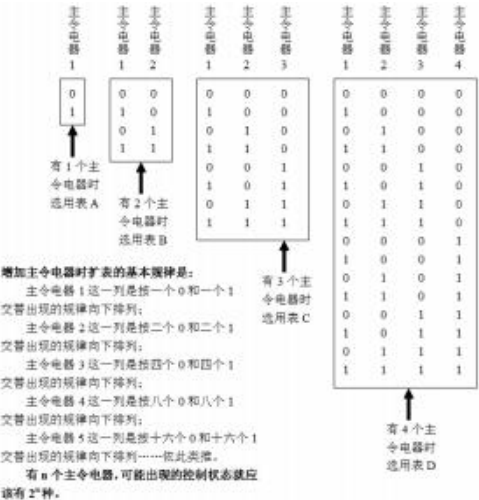

图 2 主令电器的组合逻辑状态表
①在真值表模板的电器代号一行中,分别填写上主令电器 1、主令电器 2……主令电器 n、被控电器 1、被控电器 2……被控电器 n 的电器代号;在存储器编号一行中,分别填写上主令电器 1、主令电器 2……主令电器 n、被控电器 1、被控电器 2……被控电器 n 的电器代号对应的输入存储器编号和输出存储器编号。
②根据主令电器的数量,在图 2 中选择一个对应的组合逻辑状态表,然后把选中的组合逻辑状态表填写到真值表模板的输入栏的空格中。
③依据控制要求,分析出每一种控制状态对应的被控电器的得电与失电情况,并把被控电器的得电与失电情况对应填写到真值表模板的输出栏的空格中,被控电器得电的就填 1,被控电器失电的就填 0(为了避免出错或遗漏,输出栏空格中的 0 通常不去填写,而让其空着,这样就可以非常清晰地看出哪里为 1、又共有多少个 1)。